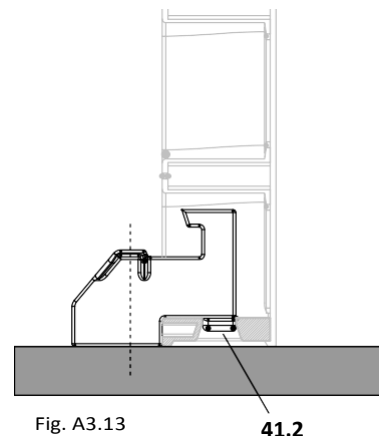

Fig. A3.13
2. Закрепете ухото (41.2) на рамковия държач DUO към жлеба на елемента. (Fig. A3.13)